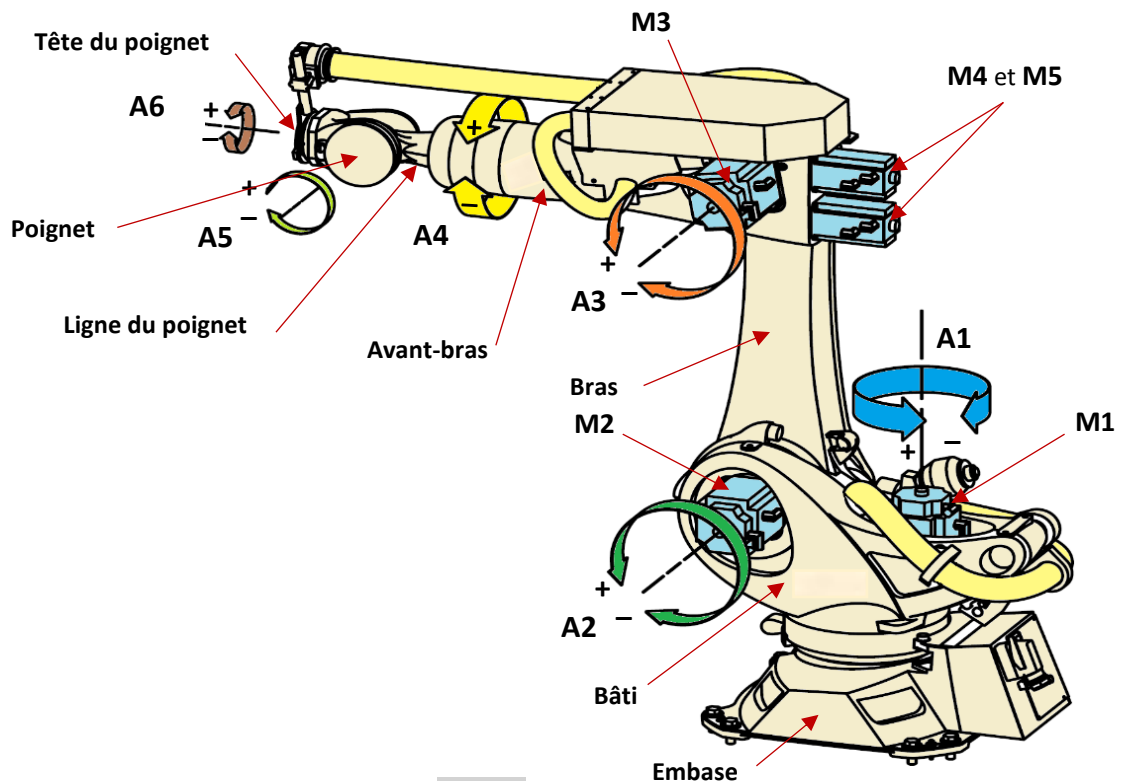

Figure 1
► **Un bras manipulateur six axes (Figure 1 ci-dessous):**